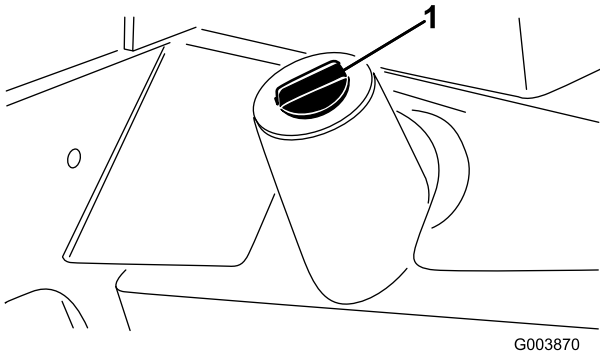

Figura 71
- Collocate una bacinella di ampie dimensioni sotto il tappo di spurgo, sotto il serbatoio del fluido idraulico (Figura 71).
Togliete la valvola di spurgo situata in fondo al serbatoio del fluido idraulico (Figura 71) e lasciate defluire il fluido nella bacinella.